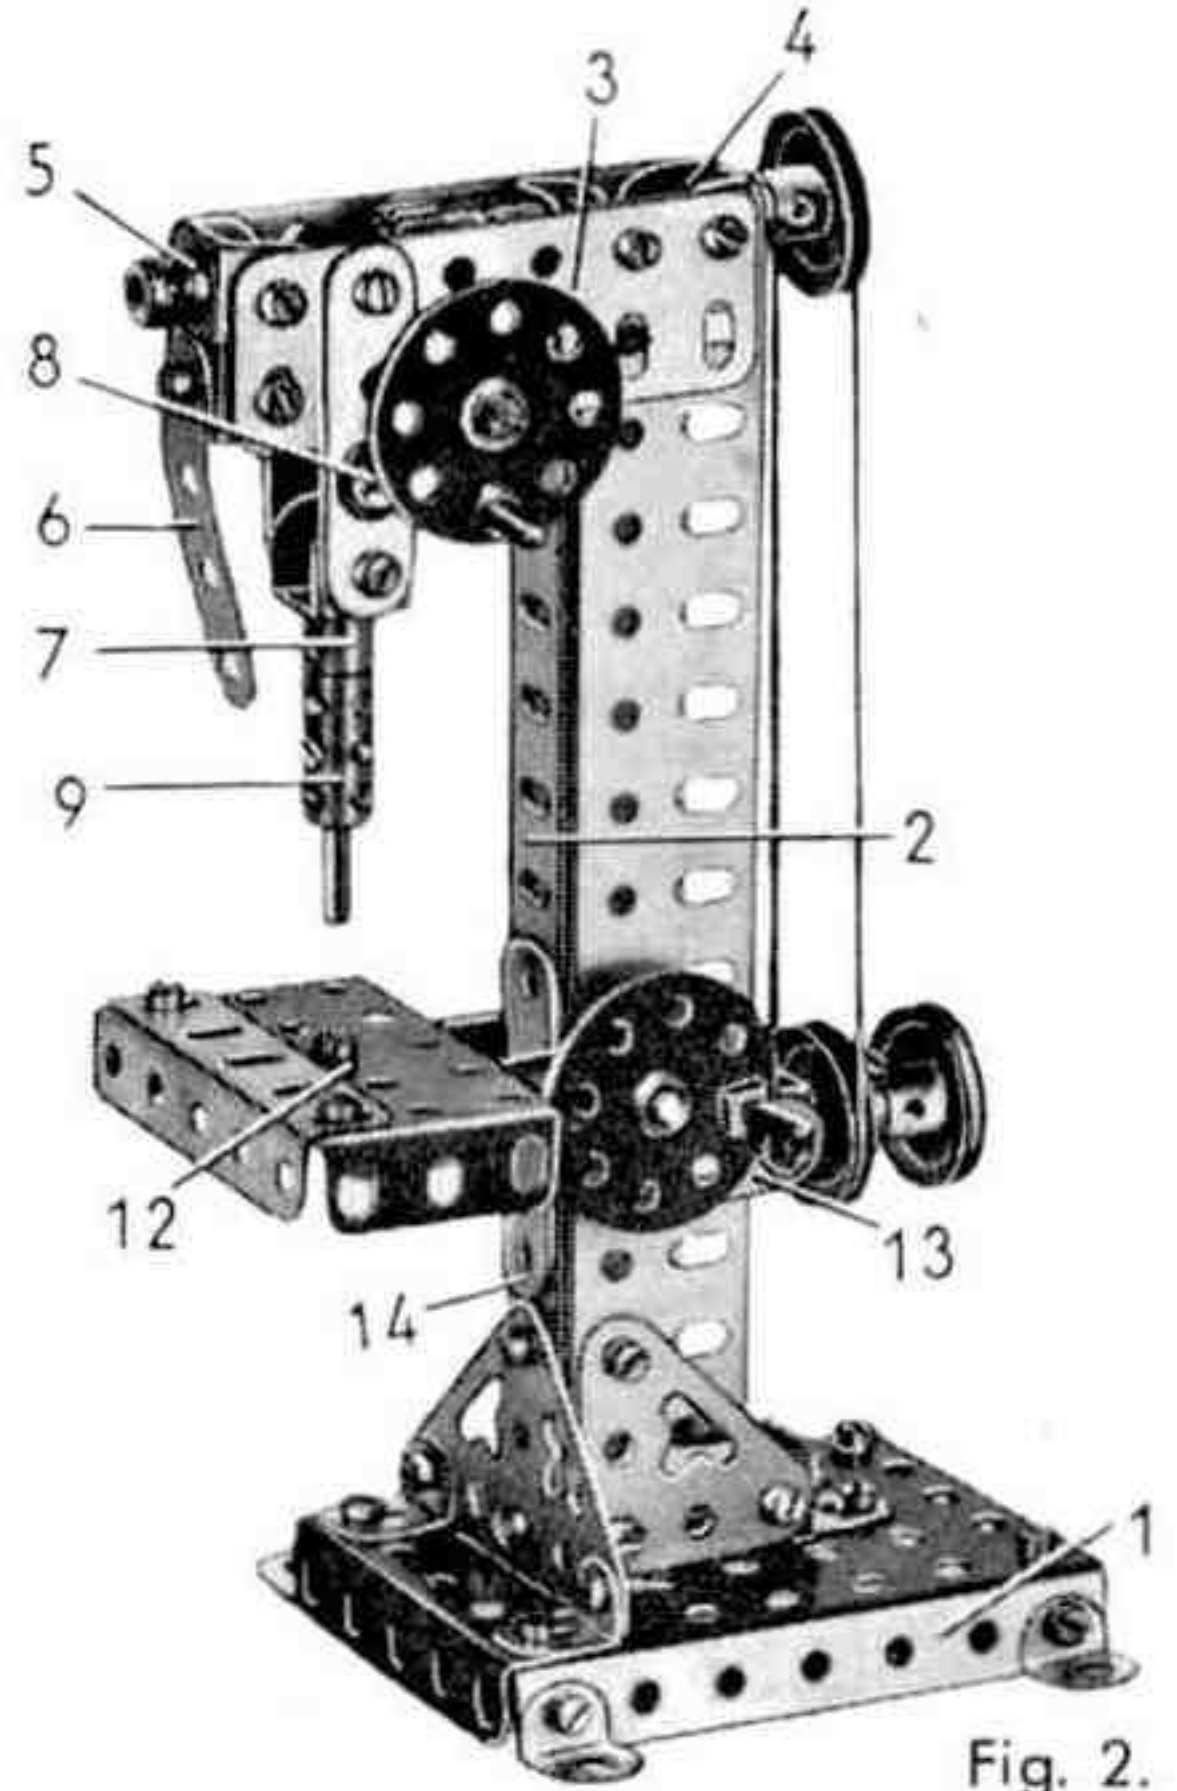

Fig. 2.
Le foret est figuré par une tringle de 25 mm. tenue dans un accouplement (9). L'accouplement est monté à l'extrémité d'une tringle de 6 cm. qui tourne dans la chape d'articulation (7) et dans le support double tenu par les boulons (8). La tringle de 6 cm. porte à sa partie supérieure un pignon de 19 mm. (10) (fig. 2).